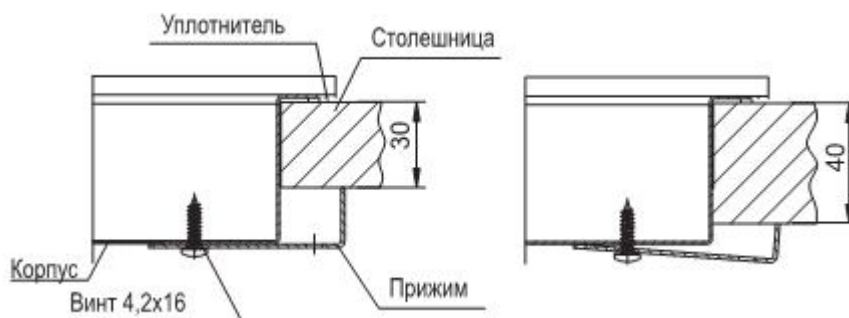

Рис.2
4.4. Установить по краям выреза уплотнительный материал, как показано на рис.2, для чего, постепенно удаляя защитную пленку с нижней поверхности уплотнителя и слегка прижимая его к столешнице, обойти вырез по контуру.
4.6. Установить прижимы согласно рис. 2, закрепив их винтами.